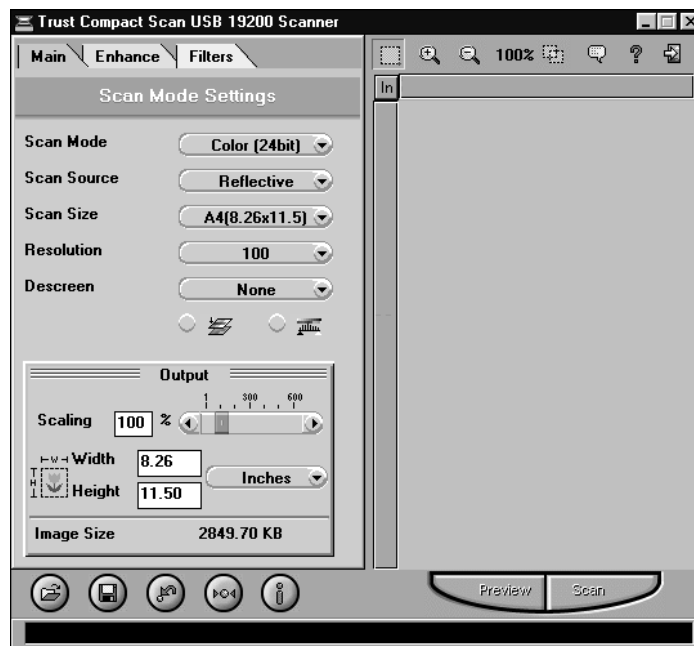

Figure 24 : Fenêtre de dialogue TWAIN
5. Retournez au menu Fichier. Cliquez sur la commande {Acquire}. Elle se trouve le plus souvent près de la commande Select. La fenêtre de dialogue TWAIN est affichée (Figure 24).